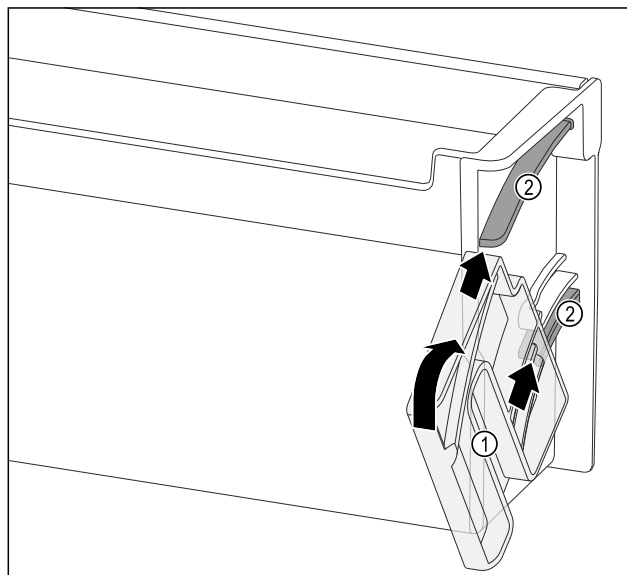

Fig. 128
- Dreheinheit Fig. 128 (1) so positionieren, dass die Aussparungen genau gegenüber den Führungskanälen Fig. 128 (2) des Türabstellers liegen.
- Dreheinheit Fig. 128 (1) in die angegebene Richtung drehen.